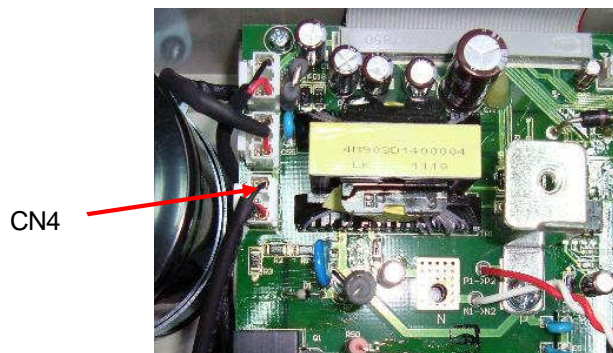

Рис.6.9
6.7.1. Отсоединить разъем CN4 от драйверной платы (рис.6.9).